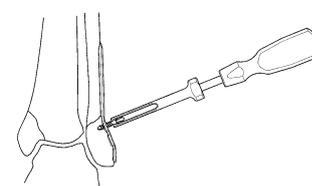

図6
- 6) 選択した長さの4.0 キャンセラスクリューを、ホールディングスクリュースリーブで把持し、六角 2.5 ドライバー/六角 2.5 パワーピンドライバーを用いて挿入します。（図6）